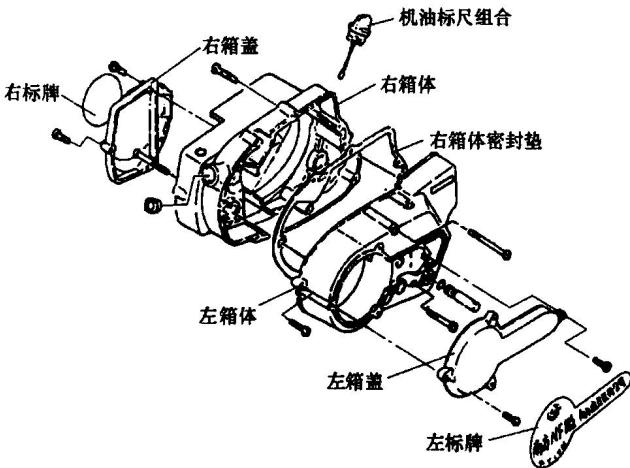

图 1-3 曲轴箱体
(3) 曲轴箱体 曲轴箱体的作用是与气缸体、气缸盖共同组成发动机基体。发动机的许多零件均安装在曲轴箱里，承受着发动机的翻倒力等多种力的作用，如图 1-3 所示。曲轴箱由铝合金压铸的